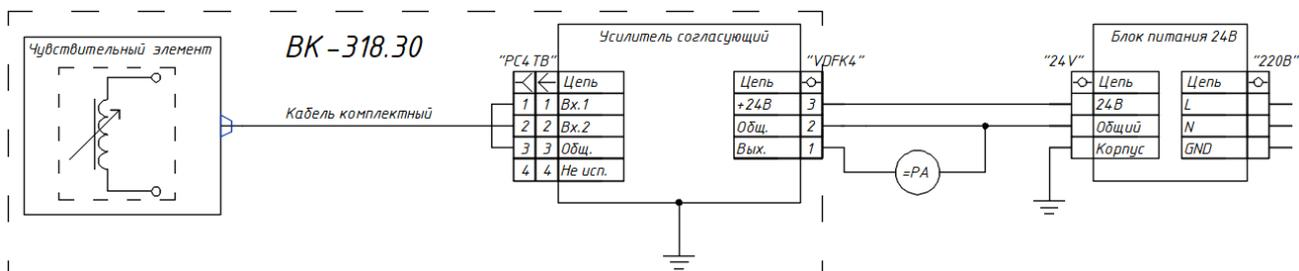

Рисунок 4 – Схема подключения преобразователя ВК-318.30
7.4.1 На лицевой панели прибора расположены светодиодные цифровой и трехцветный аналогово-дискретный линейный индикаторы (см. рис. 4). На цифровом индикаторе, в зависимости от режима работы, отображается значение измеряемой или задаваемой величины, а также служебная информация. Линейный индикатор служит для наглядного представления значения, отображаемого на цифровом индикаторе, а также для отображения меток установленных значений предупредительной и аварийной сигнализации.
7.4.2 Над индикаторами расположены светодиоды (см. рис. 4):